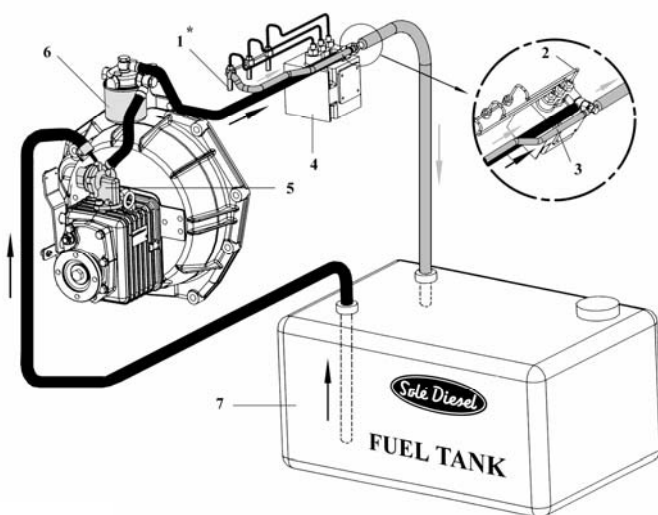
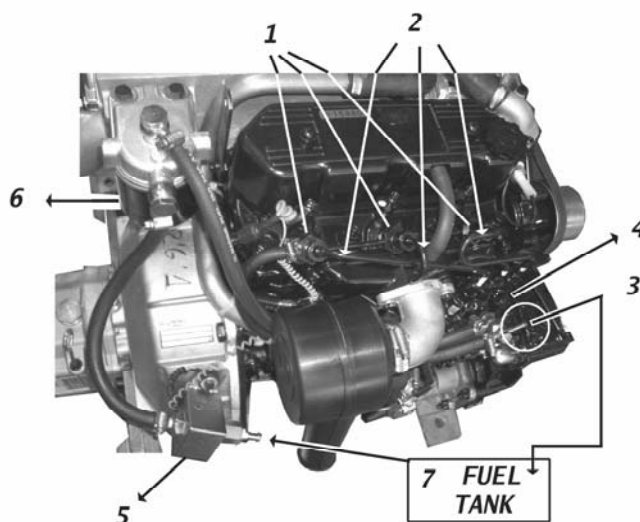

Fig. 2.4
Fig. 2.4A
## 2.4 KRAFTSTOFFANLAGE (Abb. 2.4)
(2) Einspritzdüse
(3) Kraftstoffüberlaufrohr
(4) Einspritzpumpe
(5) Kraftstoff-Förderpumpe. Sehen Sie Abb. 2.4 für eine Übersicht von Motoren ausgestattet mit einer mechanischen Förderpumpe (Ronim-V und SMI-R2 und SMI-R3 Wendegetriebe). Sehen Sie Abb. 2.4A für eine Übersicht von Motoren ausgestattet mit einer elektrischen Förderpumpe.
(6) Dieselfilter.
(7) Kraftstofftank